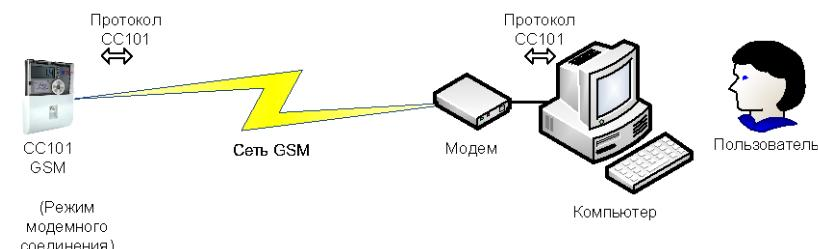

Рисунок 2.4. Считывание показаний и управление счетчиком по modemному соединению
2.4 Пользователь выбирает и считывает показания счетчика на компьютер, подключенный к прибору через modemное соединение (Рисунок 2.4). В этом варианте основной последовательный интерфейс свободен, а модуль расширения «GSM/GPRS контроллер» внутри счетчика работает в режиме modemного соединения. Максимально допустимое расстояние до прибора ограничено только наличием доступа к сети оператора связи GSM. В программе на компьютере можно осуществлять выбор, автоматическое считывание и сохранение показаний в базе данных, формирование отчетов, управление счетчиком и т.д.